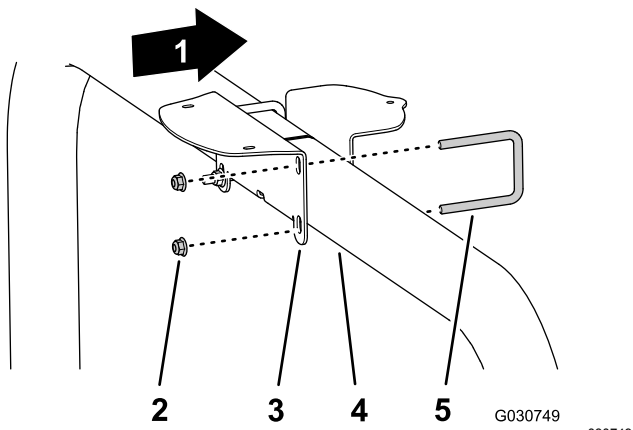

图143
- 如果您的机器配备了带有广域增强系统 WAAS 的全球导航卫星系统 GNSS 请使用 2 个 U 形螺栓和 4 个凸缘锁紧螺母 3/8 英寸将接收器安装支架组装到 ROPS 管上图 143。